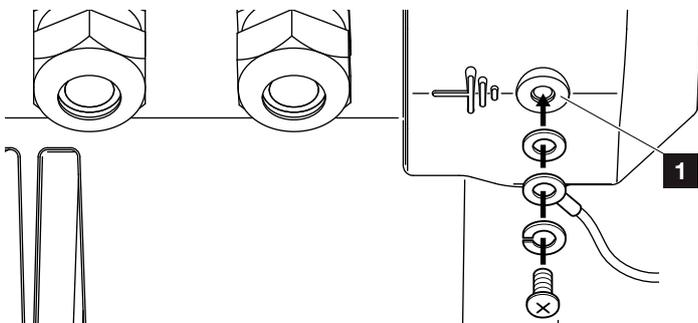

Abb. 33: Länderspezifischer PE-Anschluss
9. In Ländern, in denen ein zweiter PE-Anschluss vorgeschrieben ist, diesen an der gekennzeichneten Stelle des Gehäuses (innen oder außen) mit dem vorgegebenen Drehmoment von 3 Nm (M6) anschließen. **!** **☑** **Abb. 33, Pos. 1**